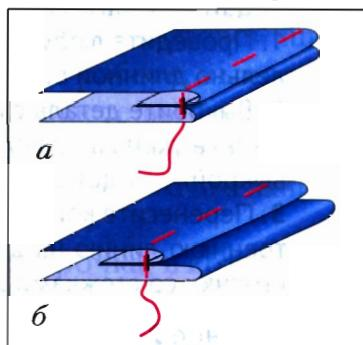

Рис. 26. Вымётывание
– выпрямленный шов может располагаться точно на сгибе деталей (рис. 26, а);
– одна из деталей может образовать кант – выступающий край шириной 1–3 мм (рис. 26, б).